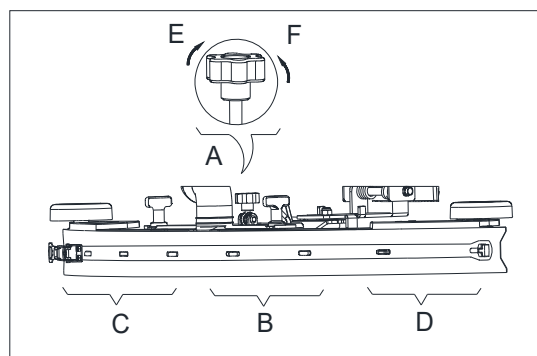

Рисунок 9
3. Отрегулируйте скребок при помощи регулировочной ручки скребка (А, Рисунок 9).
- a) При наличии зазора между землей и средней частью задней резинки (В), отрегулируйте ручку (А) в направлении против часовой стрелки (F), пока все секции задней резинки не будут хорошо соприкасаться с землей, передняя резинка не будет немного касаться земли.
- b) Если есть зазор между землей и крайними секциями задней резинки лопасти (С и D), отрегулируйте ручку (А) в направлении по часовой стрелке (E), пока все секции задней резинки не будут хорошо соприкасаться с землей, передняя резинка не будет немного касаться земли.